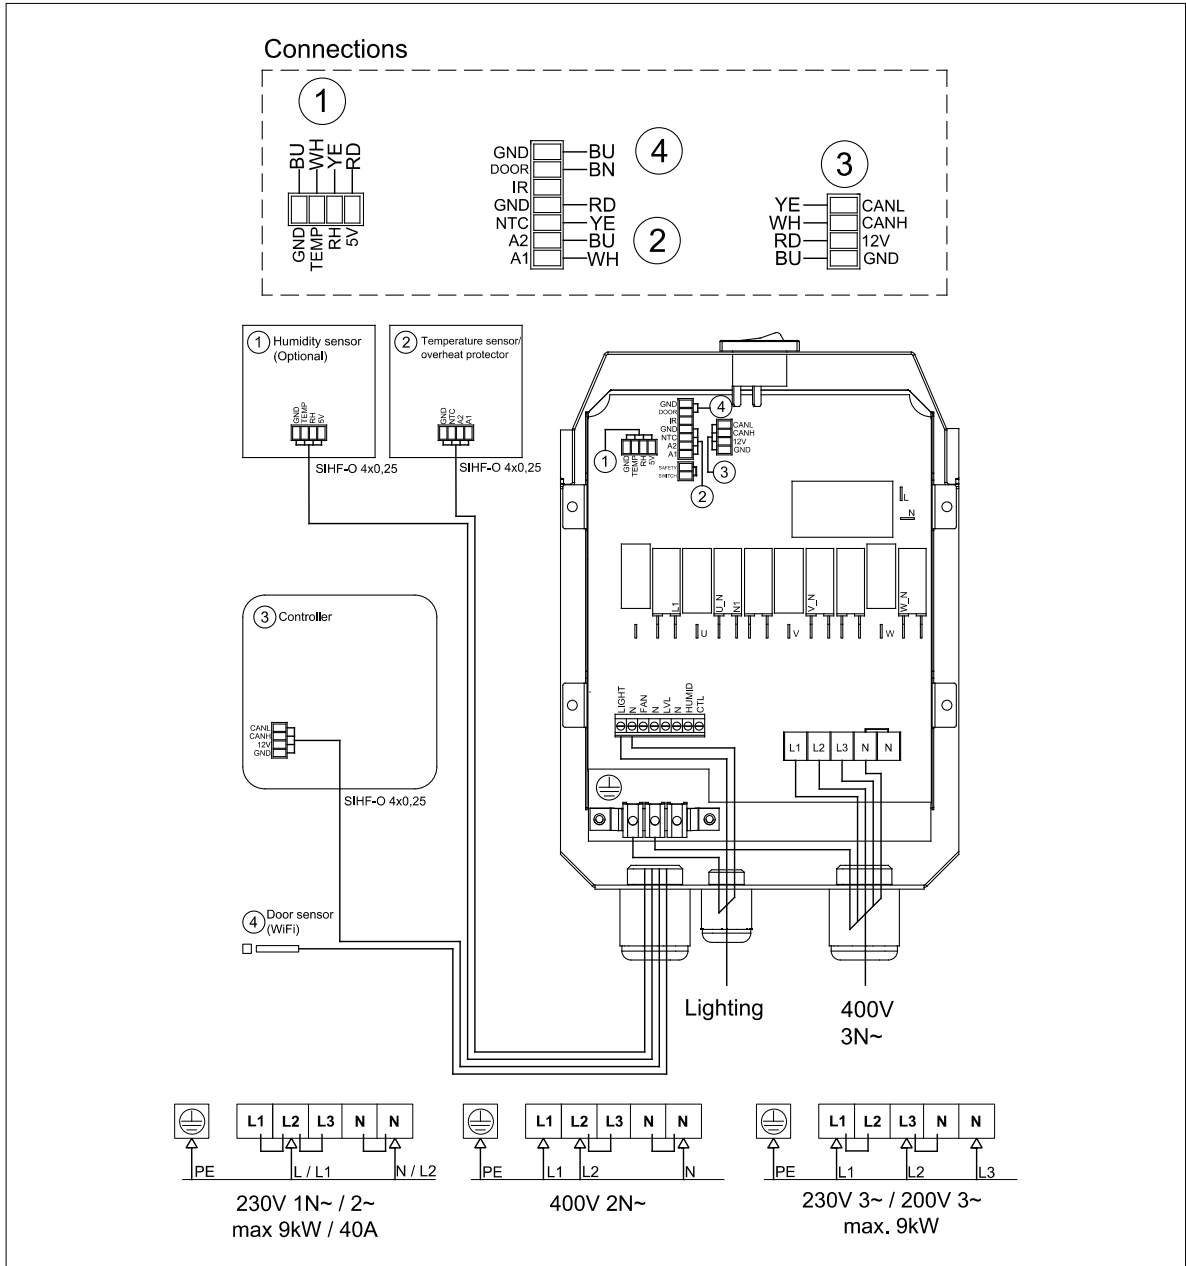

Bild 2. Kopplingsschema
6. När komponenterna av styrsystemet är installerade och kopplade kan en strömkabel anslutas till bastuaggregatet enligt kopplingschemat (bild 2). En gummikabel typ H07RN F eller liknande används som strömkabel. Kabelns tvärsnitt och säkringsstorleken har visats i tabell 3.